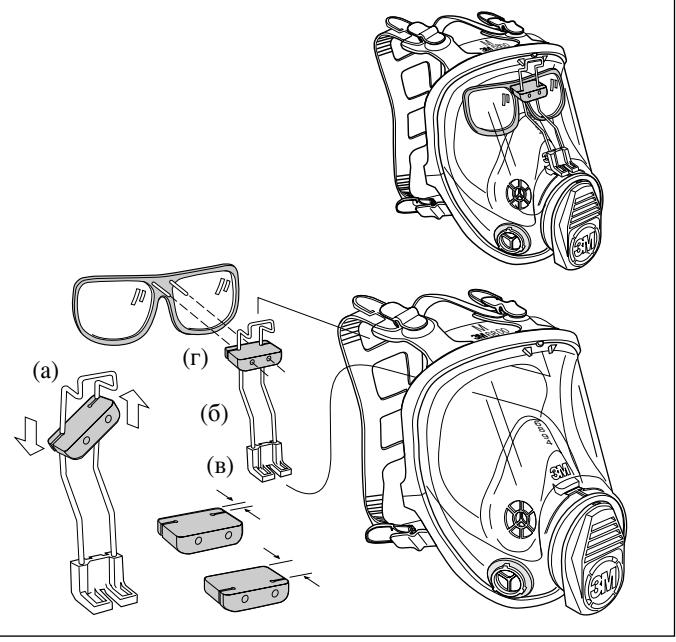

Рис. 11
- **Набор для крепления очков 6878 (Рис. 11)**